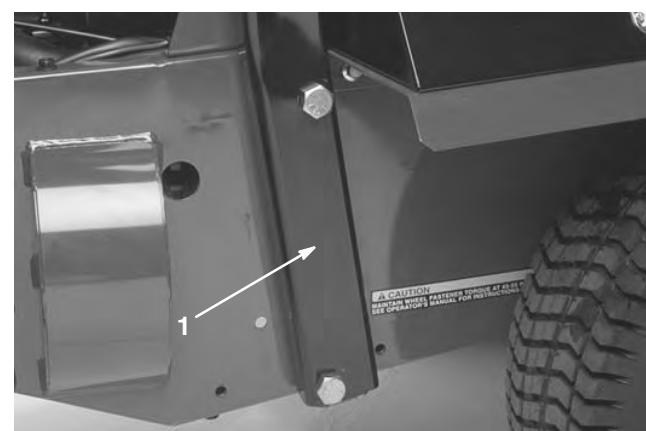

Figura 15
- Baixe o arco segurança até à estrutura, alinhando os orifícios de montagem conforme ilustrado na figura 15.